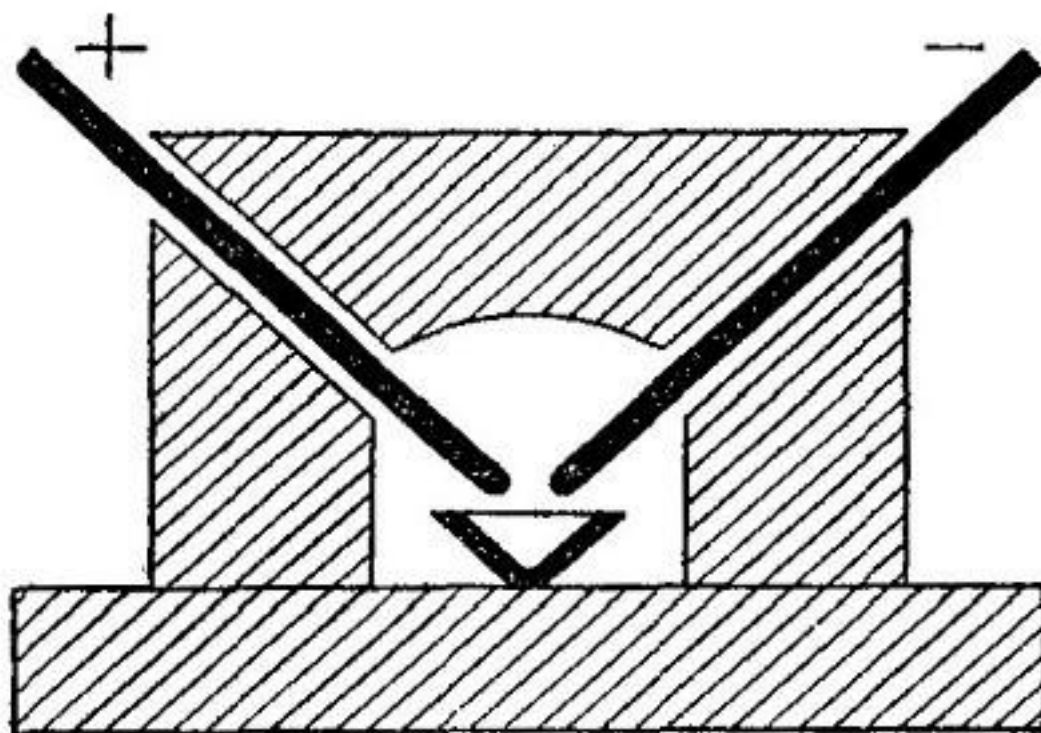

Рис. 67
1. *Дуговые печи.* В первом типе источником тепла является электрическая дуга, образующаяся между угольными электродами, немного отстоящими друг от друга, как показано на рис. 67. Нагреваемое вещество помещают в сосуд, обычно графитовый тигель, непосредственно под дугой. Electrodes and the crucible are surrounded by materials, which melt with great difficulty, such as magnesia oxide, at the same time the walls of the furnace have such a shape, so that the heat is reflected downwards, to the contents of the crucible.